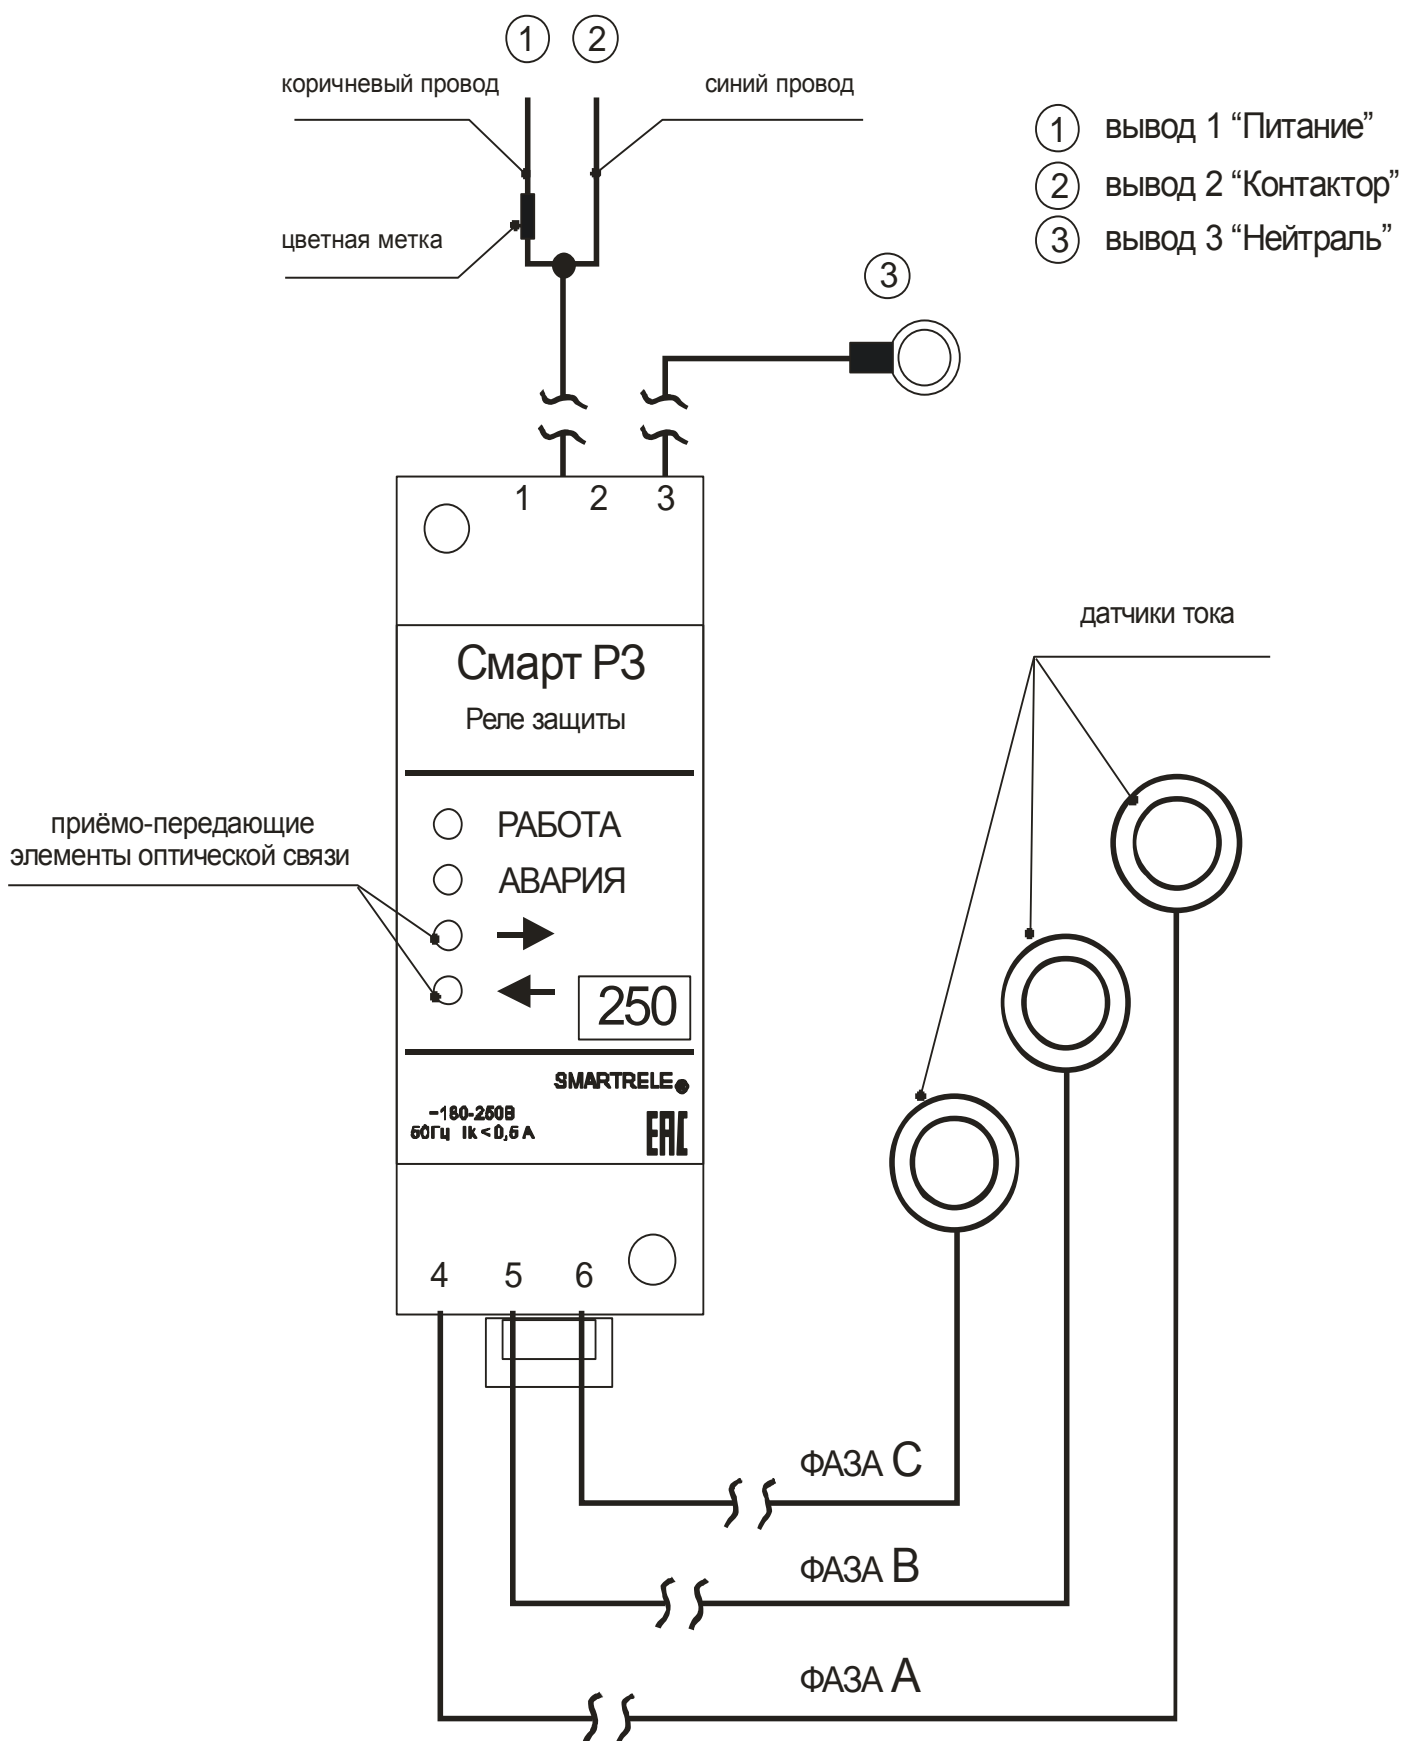

Рисунок 1 – общий вид реле Смарт Р3
5.1 Общий вид реле показан на рис.1, габаритные и установочные размеры электронного блока реле – на рис.2.